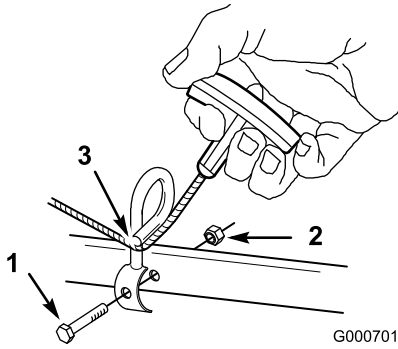

Figura 4
3. Fije la guía de la cuerda del arrancador al manillar inferior con un perno (1/4 x 1-3/4 pulg.) y una contratuerca (1/4 pulgada) (Figura 4).
4. Pase la cuerda del arrancador por la guía (Figura 4).